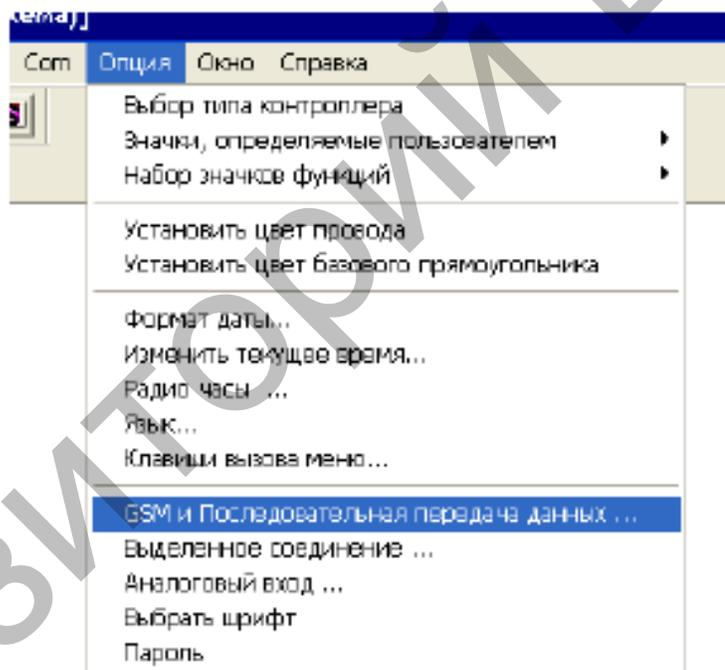

Рисунок 11.4 – Окно выбора передачи данных
1) Щелкните на “Опция” в строке меню, и выберите “GSM и Последовательная передача данных...” (рисунок 11.4).